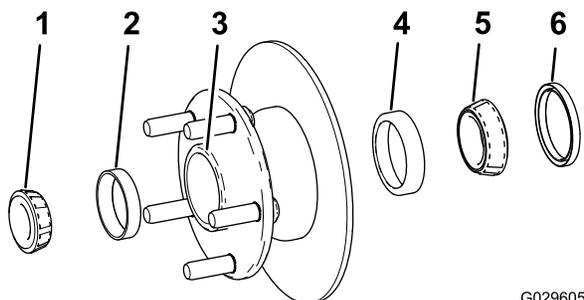

Figure 31
- Déposez le roulement extérieur et la bague de roulement du moyeu (Figure 31).
- Déposez le joint, le roulement intérieur et la bague de roulement du moyeu (Figure 31).
- Éliminez la graisse, la saleté et les débris déposés à l'intérieur de la cavité du moyeu (Figure 31).
- Posez les bagues des roulement intérieur et extérieur dans le moyeu (Figure 31).
- Remplissez la cavité du moyeu de 50 à 80 % environ avec la graisse spécifiée (Figure 31).
- Assemblez le roulement intérieur sur la bague sur le côté intérieur du moyeu et montez le joint (Figure 31).